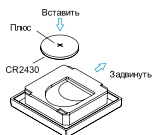

Рис.1. Установка элемента питания
- Отсоедините кнопочный блок от рамки (Рис.1.) Извлеките защитную пленку из отсека с элементом питания CR-2430. Если элемент не установлен, установите его, как показано на рисунке, соблюдая полярность. При замене элемента питания, аккуратно сдвиньте его при помощи отвертки или другого предмета и извлеките из кнопочного блока.